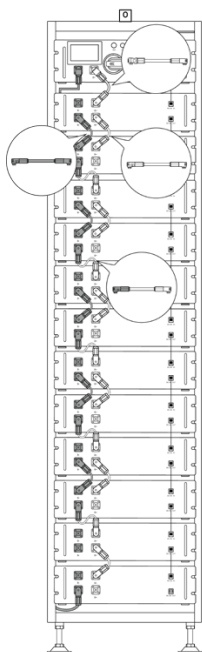
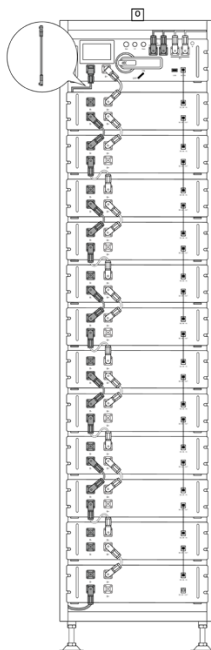

図 2-1
図 2-2
2. B ケーブル：図 2-1 および図 2-2 を参照してください。